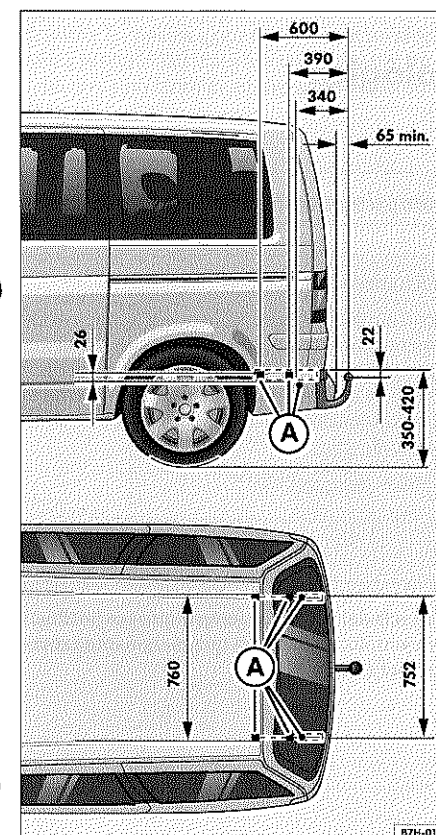

Fig. 4 Montaje posterior de un dispositivo de remolque
Los puntos de sujeción ⇒ fig. 4 (A) del enganche de remolque se encuentran en los bajos del vehículo.
- En la ilustración ⇒ página 25, fig. 4 podrá apreciar las cotas y los puntos de fijación que deben tenerse en cuenta en el montaje posterior de un enganche para remolque.